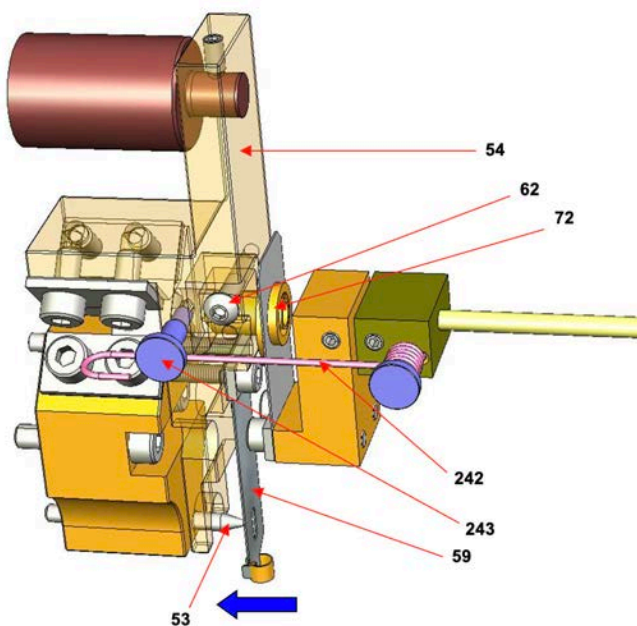

Рисунок 16
- d. Посмотреть через боковое отверстие и убедиться, что винт (62) балансира (54) ослаблен и что пружинный рычаг (242) отсоединен от штифта (243). Через отверстие 3/4" NPT в нижней части корпуса нажать пальцем на регулировочную пластину (59) слева направо, чтобы убедиться в возможности перемещения балансира (54). Отображаемое на дисплее значение должно измениться соответственно. **Штифт (72) должен свободно вращаться внутри соединительного конца балансира.**
- e. Посмотреть на механизм через боковое отверстие и повернуть овальное отверстие регулировочной пластины в направлении специального конического штифта (53), согнув с этой целью регулировочную пластину (59) в сторону передней части корпуса (см. рис. 16). Значение на ЖК-дисплее должно быть в диапазоне от -5 до +5 %.
- f. Удерживая регулировочную пластину (59) в этом положении, без особых усилий, но плотно затянуть винт (62) с помощью шестигранного ключа на 2,5 мм.